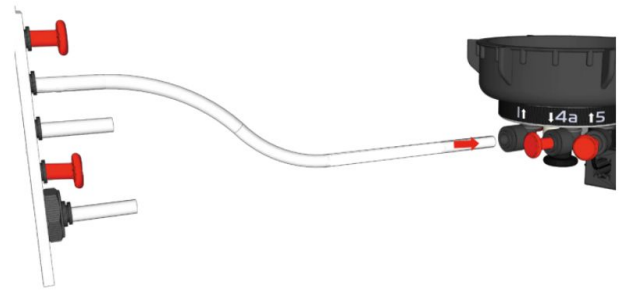

Abb. 1
3. Verbinden Sie den Produktauslass (Anschluss 4) mit dem mitgelieferten Schlauch mit dem Behältereinlassanschluss (Anschluss 1↑) (Abb. 1).